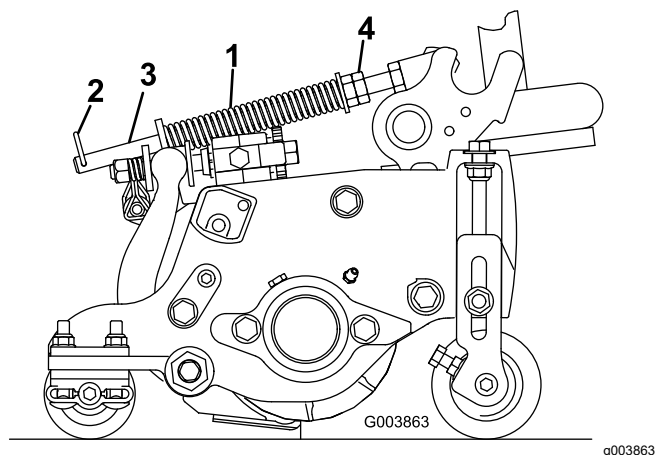

Figura 21
La molla di compensazione per il manto erboso (Figura 21) trasferisce inoltre il peso dal rullo anteriore a quello posteriore. per contribuire a ridurre l'ondulazione del manto erboso, detta anche fluttuazione o bobbing.
1. Verificate che la coppiglia sia montata nel foro posteriore dell'asta della molla (Figura 21).
2. Serrate i dadi esagonali sul lato anteriore dell'asta della molla, finché la lunghezza compresa della molla non è di 15,9 cm; fate riferimento a Figura 21.